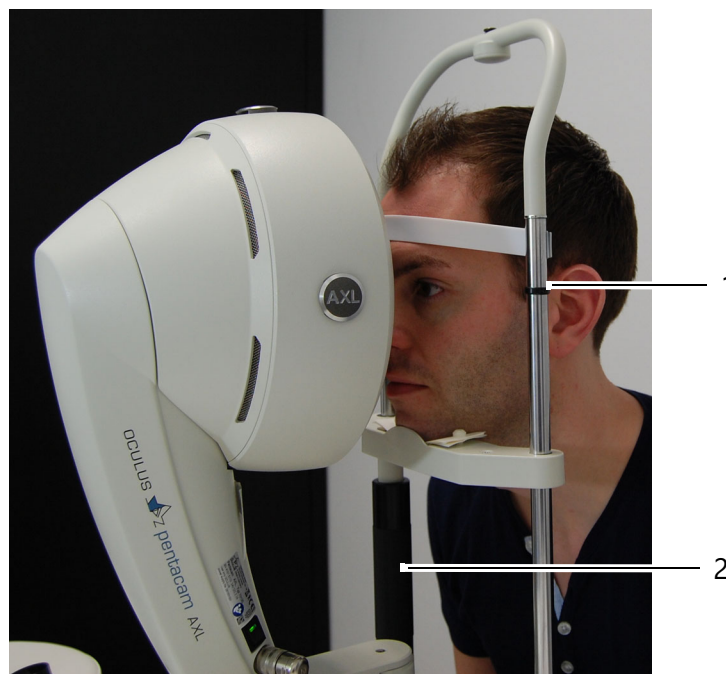

Fig. 7-8: Colocación del paciente
8. Ajuste la altura de los ojos con la empuñadura giratoria → Fig. 7-8 (página 42), pos. 2.